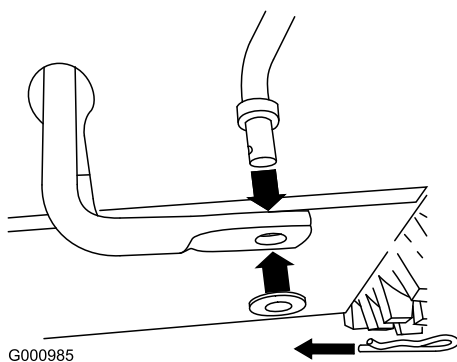

Figura 10
1. Retire o contrapino e anilha da extremidade inferior da barra do controlo de tracção e insira a extremidade inferior da barra no braço de articulação inferior de forma a que a ponta dobrada da barra de controlo de tracção fique virada para trás (Figura 10).